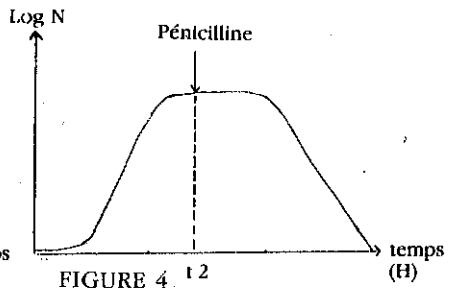

FIGURE 4
- au temps t_2 , on obtient la courbe de la figure 4.